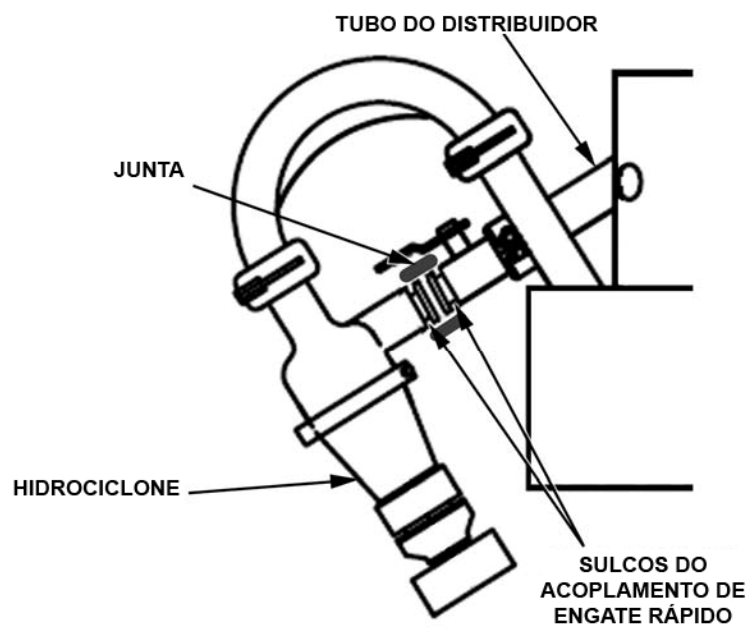

Figura 5-13 Instalação da Junta de Vedação do Acoplamento de Engate Rápido
3. Alinhe a tubulação de entrada de hidrociclone com a tubulação de distribuição e centralize a junta de vedação entre os sulcos do acoplamento de engate rápido no hidrociclone e a tubulação de distribuição (Figura 5-13).